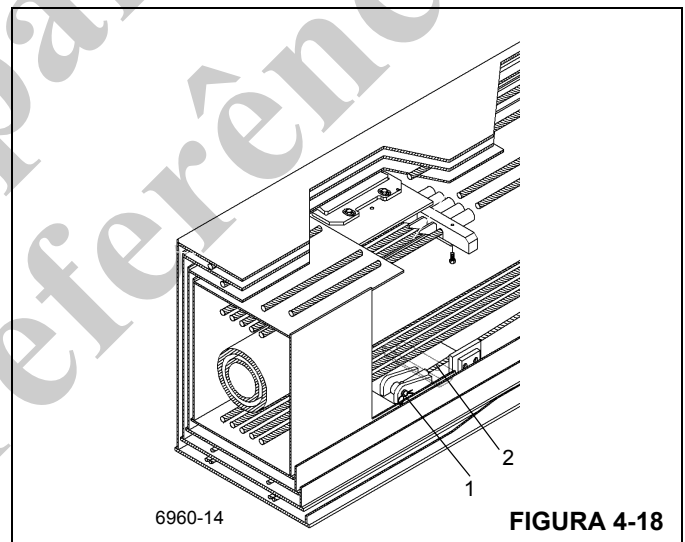

FIGURA 4-18
12. Remova os pinos com grampo e os pinos (1) que fixam os quatro cabos de retração (2) da seção volante na parte traseira da seção volante Figura 4-18.